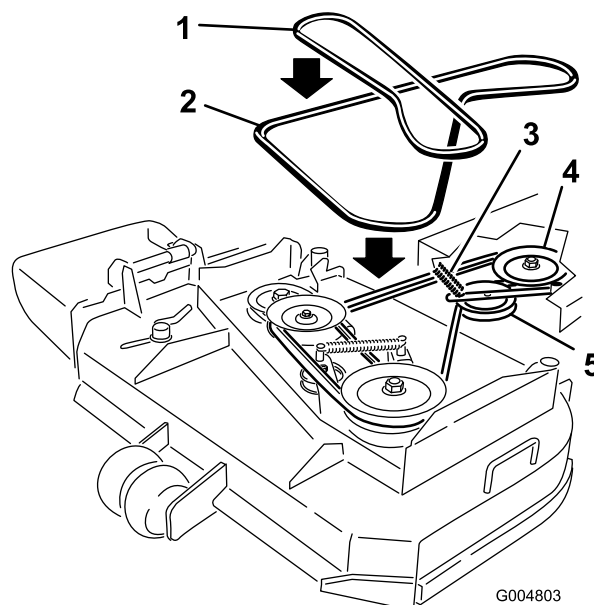

Bild 45
7. Nehmen Sie den Riemen von der Motorspannscheibe und der gefederten Spannscheibe ab (Bild 45).
8. Setzen Sie den neuen Riemen auf die Motorspannscheibe und die gefederte Spannscheibe auf (Bild 45).
9. Rollen Sie den Riemen auf die mittlere Spannscheibe am Mähwerk (Bild 45). Passen Sie beim Einsetzen des Riemens auf, da sich die Spannung aufgrund der gefederten Spannscheibe erhöht.
6. Rollen Sie den Riemen von der mittleren Spannscheibe am Mähwerk (Bild 45). Passen Sie